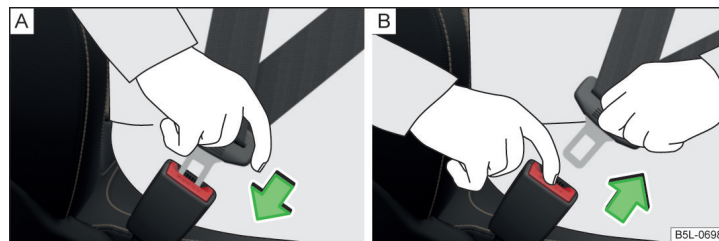

Fig. 22 Fixarea sau desfacerea centurii de siguranță
- ▶ Introduceți clema de fixare în catarama aferentă a centurii de siguranță » fig. 22 - [A] până când se fixează cu un declic.
- ▶ Prindeți clema de fixare și apăsați tasta de culoare roșie de pe catarama centurii » fig. 22 - [B], clema de fixare sare în exterior.